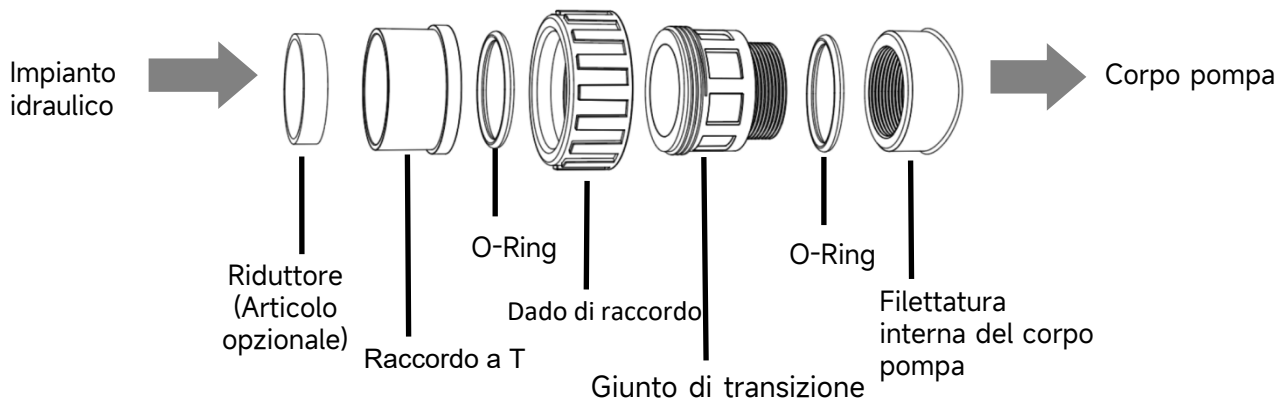

Figura 3 - Kit di raccordi
- 3) Utilizzare il KIT DI RACCORDO fornito dal produttore della pompa (vedere Figura 3). Non utilizzare altri raccordi per collegare l'ingresso/uscita della pompa, nel caso in cui i raccordi non siano compatibili e danneggino il corpo della pompa.